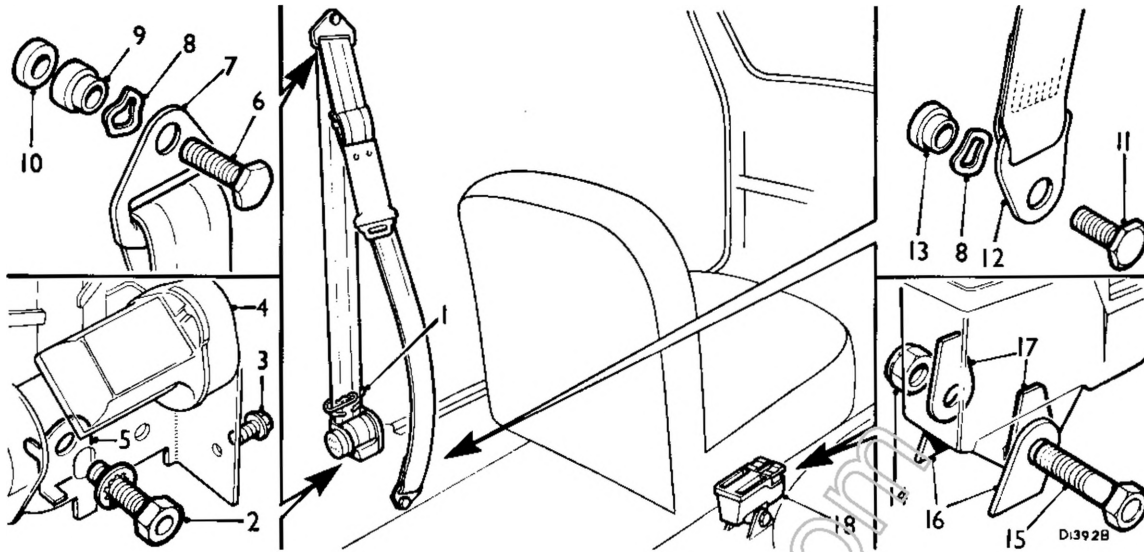

Fig. Rb.11
- (1) Prima di rimuovere gli ancoraggi, per evitare che le cinture s'avvolgano durante il distacco, bloccarle con un fermaglio (1) agganciato immediatamente sopra il rocchetto. Il fermaglio deve essere tolto dopo che le cinture siano state riattaccate (Ved. la Fig. Rb.11).
- (2) Srotolare la cinghia quanto più possibile e svitare la vite di fissaggio (3). Per accedere alla vite di fissaggio del rocchetto (2), sollevare l'unità di bloccaggio (4). Togliere la vite (2) e staccare il rocchetto e la staffa di sostegno (5, Fig. Rb.11).
- (3) Togliere le viti di fissaggio degli ancoraggi della cintura, situati a pavimento e sul montante centrale. Prender nota dell'ordine di montaggio dei distanziali e delle rosette di sicurezza e della lunghezza delle varie viti (Figg. Rb.11 e Rb.12).
- (6) Togliere il dado ed il bullone che fissano l'ancoraggio alle piastrine di montaggio e staccare l'ancoraggio.
Cinture Britax - Tener presente che a ciascun lato dell'ancoraggio, tra questo e la piastrina di montaggio, è situata la rosetta di fibra (17) (Fig. Rb.11).
- (d) I componenti del rocchetto, degli ancoraggi superiore, sotto porta e centrale debbono essere montati nell'ordine indicato nelle figure Rb.11, Rb.12, Rb.13 e Rb.14.
- (h) Serrare la vite di fissaggio del rocchetto d'avvolgimento (3, Fig. Rb.11) alla coppia di 0,06 kgm.